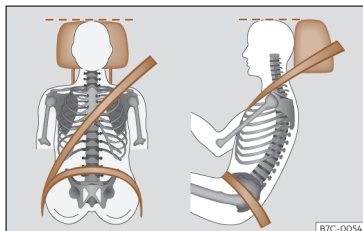

Fig. 3 Banda del cinturón y apoyacabezas ajustados correctamente.
- Ajuste el apoyacabezas de modo que el borde superior quede, en la medida de lo posible, a la altura de la parte superior de la cabeza, en ningún caso por debajo de los ojos. Mantenga la nuca lo más cerca posible del apoyacabezas»» fig. 3.